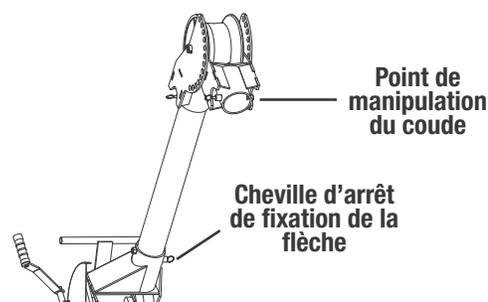

Figure 12 : Position de la cheville d'arrêt sur le chariot
10. Effectuer le montage dans l'ordre inverse, utiliser les regards pour vérifier que tous les tubes de flèche sont bien insérés dans des unités coude/buse (Fig. 12). Vérifier également que les chevilles d'arrêt de fixation de la flèche sont alignées dans les tubes de la flèche avant de relâcher chaque élément de la flèche.